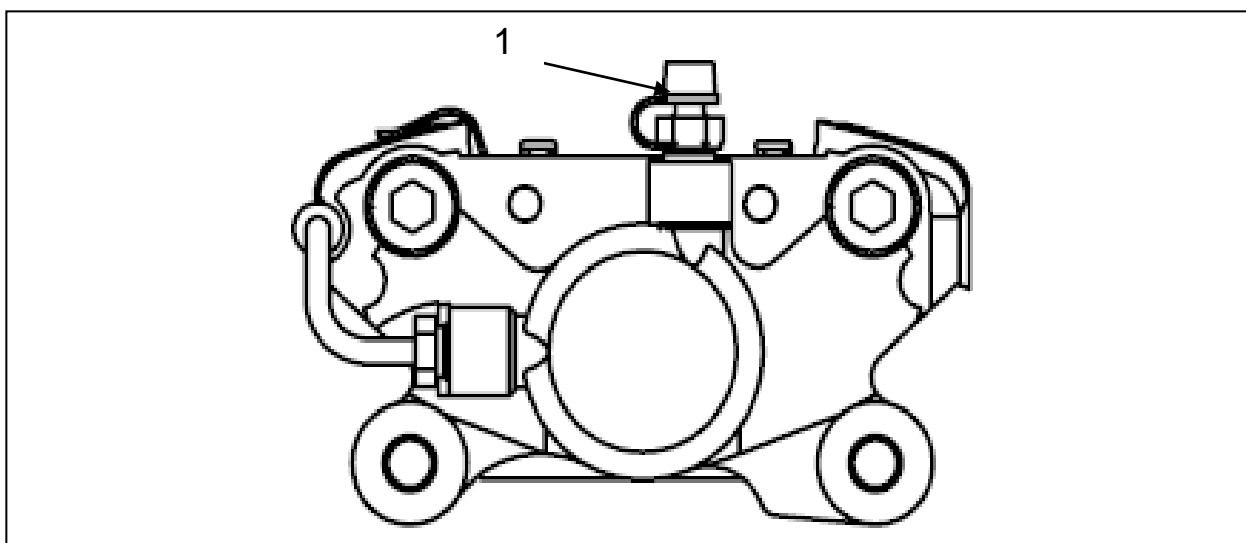

Рисунок 39 – Тормозной суппорт
2. Налейте тормозную жидкость в емкость бачка, наденьте трубку на перепускной штуцер 1 (рисунок 39) тормозного суппорта, свободный конец трубки погрузите в тормозную жидкость, залитую в специальную емкость;